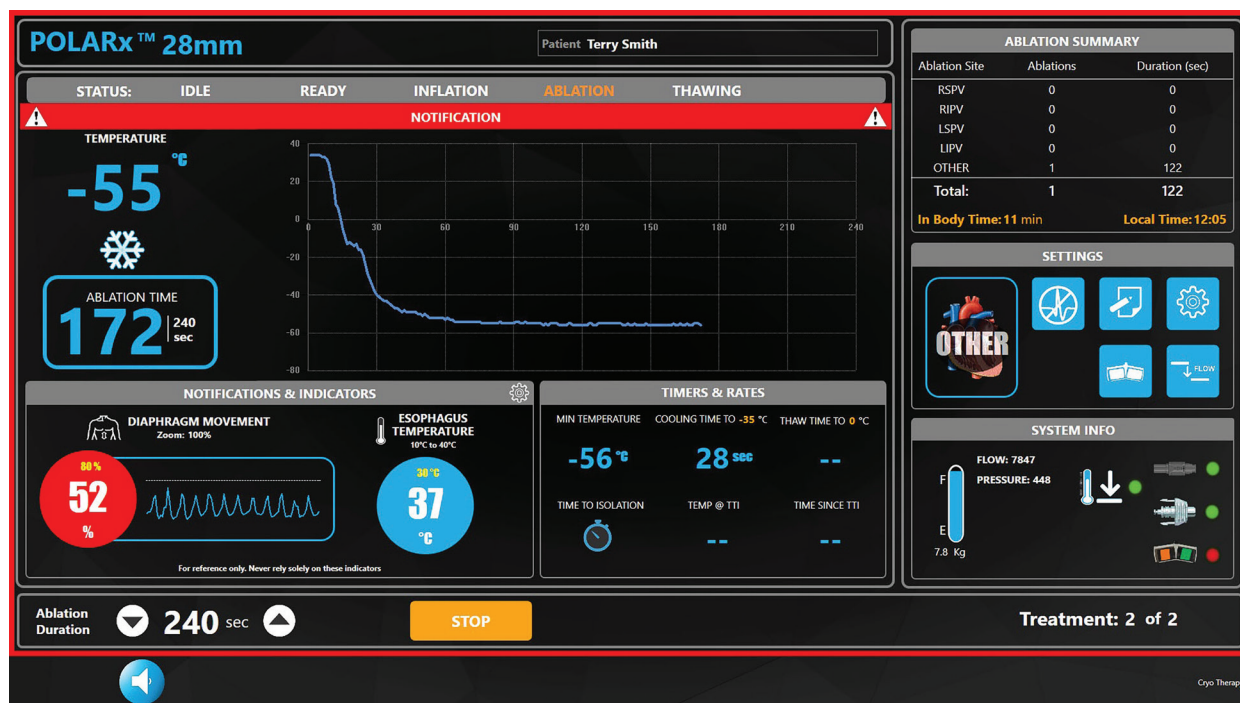

Figure 12: Alerte du capteur de **Diaphragm Movement** (Mouvements du diaphragme)
- Sélectionner la valeur numérique à côté de **Diaphragm Sensor Limit** (Limite du capteur du diaphragme). Régler la **Diaphragm Sensor Limit** (Limite du capteur du diaphragme) sur le pourcentage souhaité à l'aide des flèches vers le haut/bas. Sur l'écran de thérapie, lorsque le pourcentage atteint la valeur définie dans ce champ, la valeur mesurée par le capteur du **DIAPHRAGM MOVEMENT** (Mouvements du diaphragme) clignote en rouge, le pourtour de l'écran clignote en rouge et la barre de titre du graphique de température clignote en rouge avec une alerte sonore (Figure 12). Cette alerte peut s'afficher pendant la phase d'ablation.